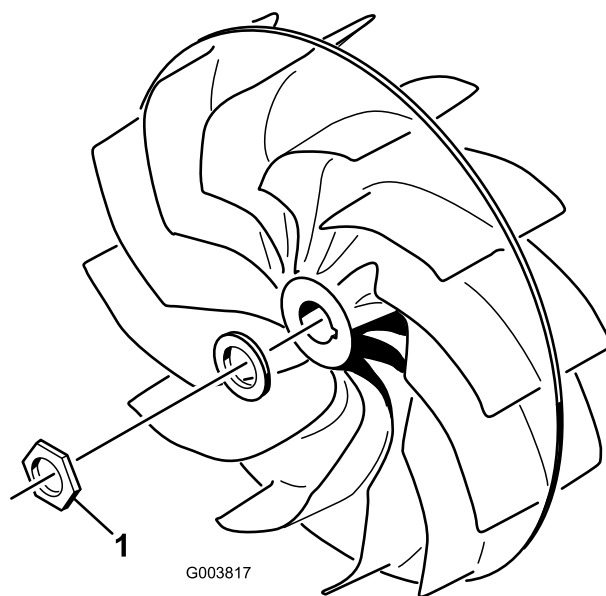

Figura 12
- La tuerca de montaje del ventilador (Figura 12) debe apretarse a 677 Nm.